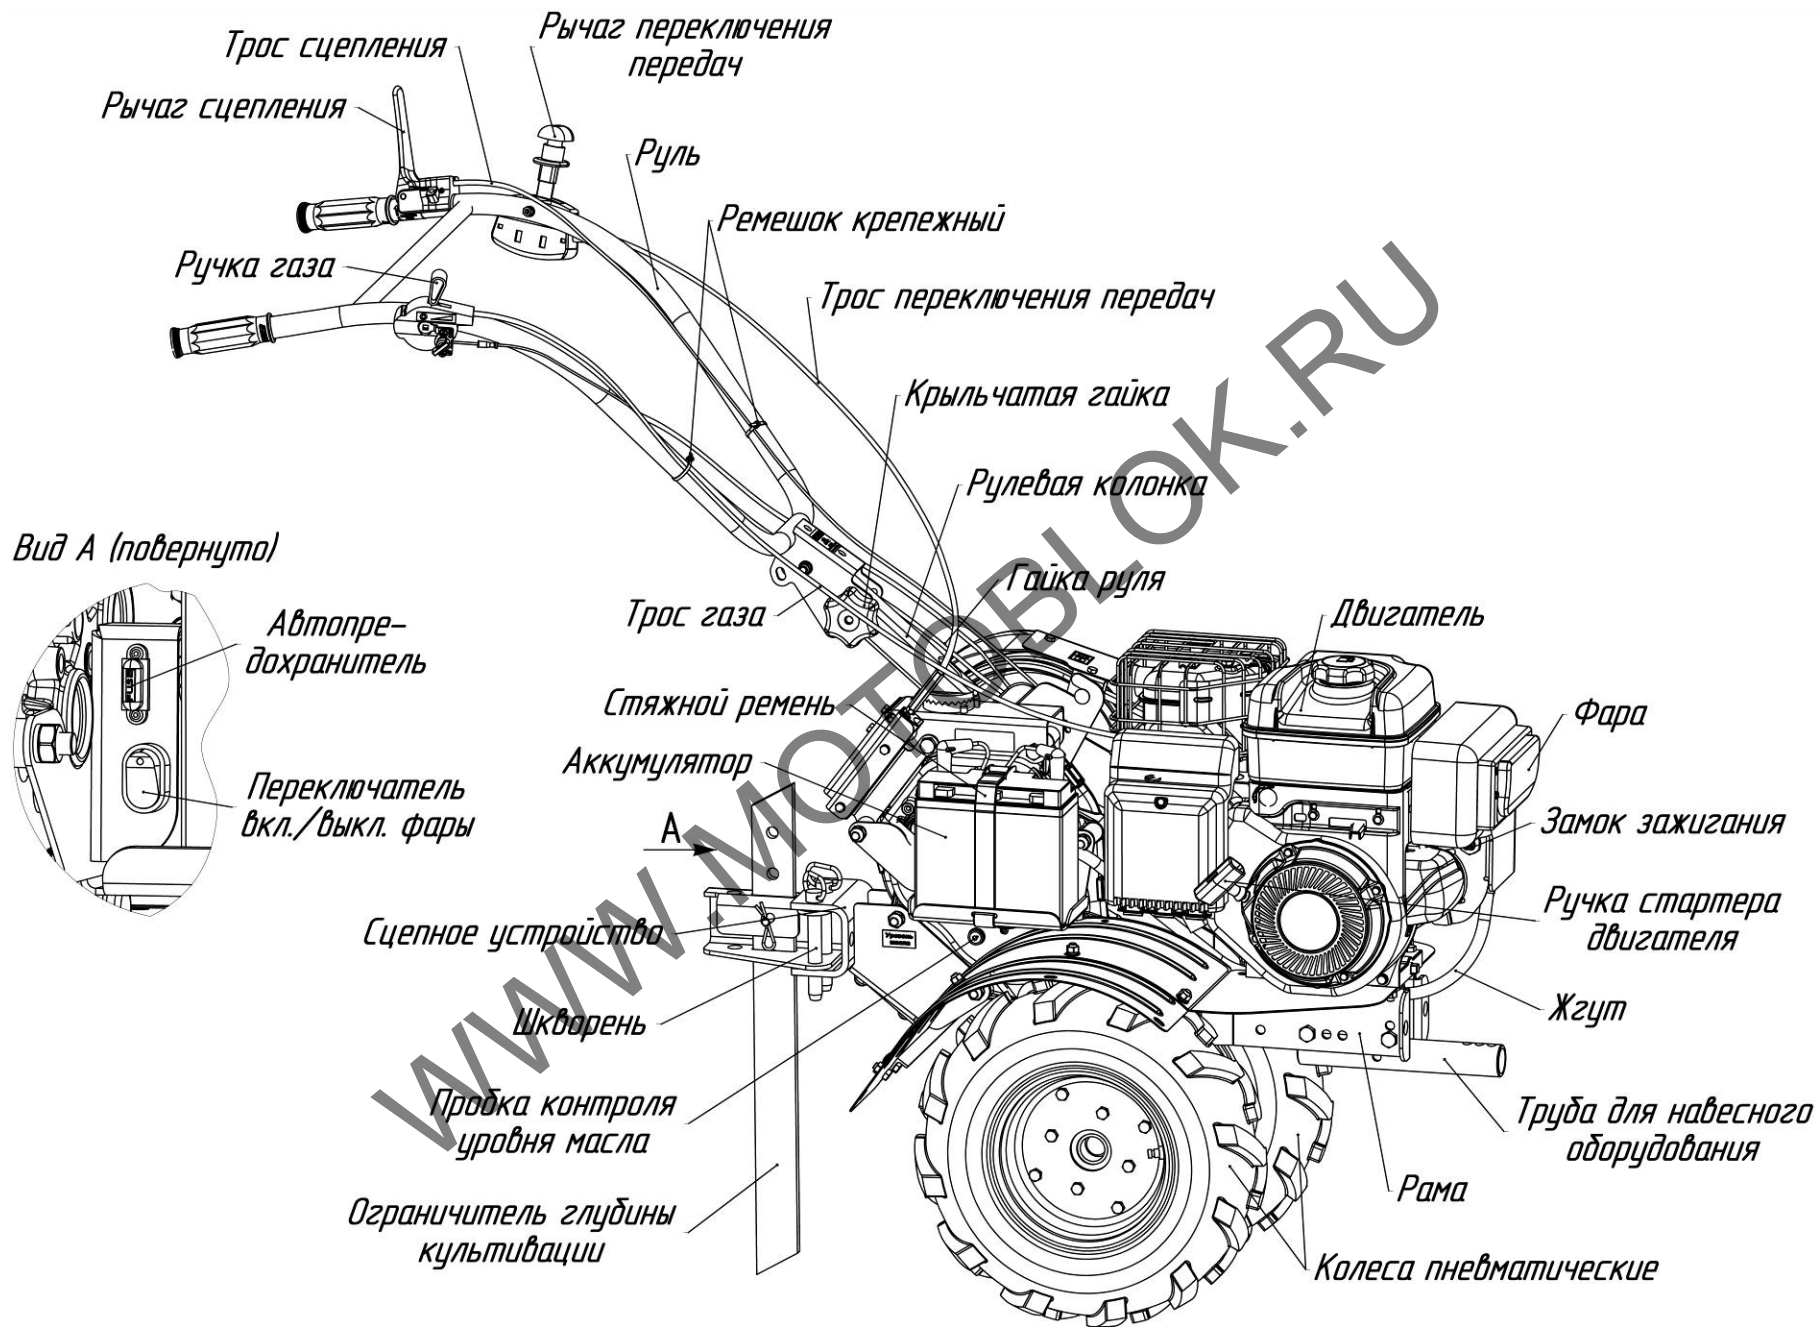

Рис.3 Мотоблок модификаций МБ1-ФС. Общий вид (вид справа)
**Фара** (только для модификации МБ1-ФС/МБ1-ФС Премиум) – устанавливается в передней части мотоблока, предназначена для освещения во время движения. Для включения/выключения света следует нажать на переключатель, установленный на мотоблоке (рис.3).